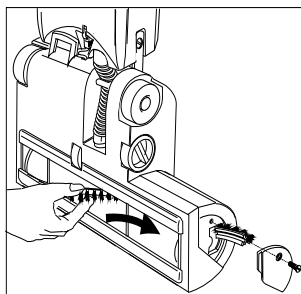

Fig. 10
5.4 Changer le ruban brosse <Fig. 10>